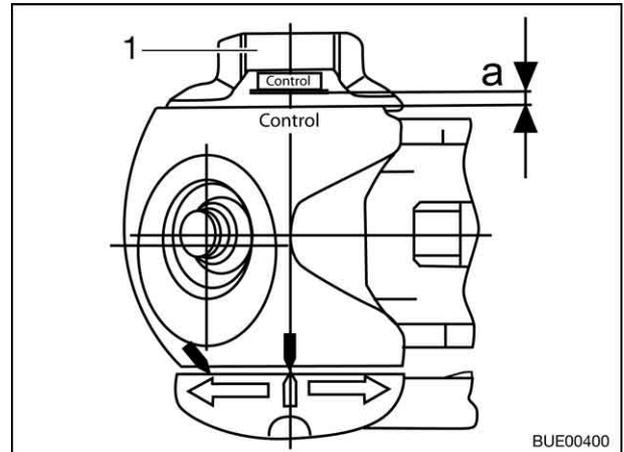

Bild 185 Verschleißkontrolle
- Handrad (Bild 185,1) zudrehen, bis die Drehmomentbegrenzung hörbar und spürbar durchratscht. Drehrichtung: im Uhrzeigersinn.
- Abstand $a > 0$ (Bild 185): Verschleiß innerhalb des zulässigen Bereiches.